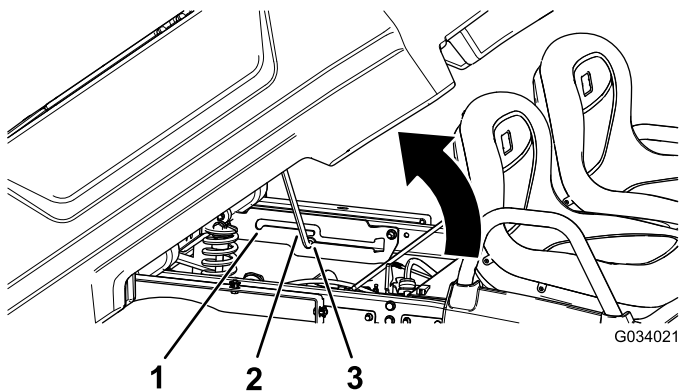

Bild 22
2. Ziehen Sie die Stützscheibe in den Arretierungsschlitz für die Entleeren-Stellung, um die Ladepritsche für das Entleeren zu arretieren (Bild 22).
2. Ziehen Sie die Stützscheibe in den Arretierungsschlitz für die Wartungsstellung, um die Ladepritsche für die Wartung zu befestigen (Bild 22).
2. Schieben Sie die Stützscheibe aus dem Arretierungsschlitz heraus (Bild 22).